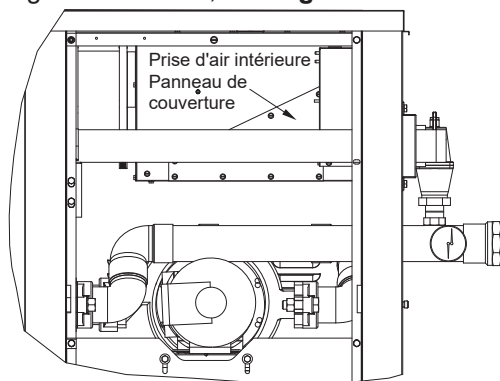

Figure 8. Installez le couvercle de prise d'air intérieure
- Depuis la section arrière droite, installez le couvercle de prise d'air intérieure à l'aide des neuf vis hexagonale fournies, voir **Figure 8**.